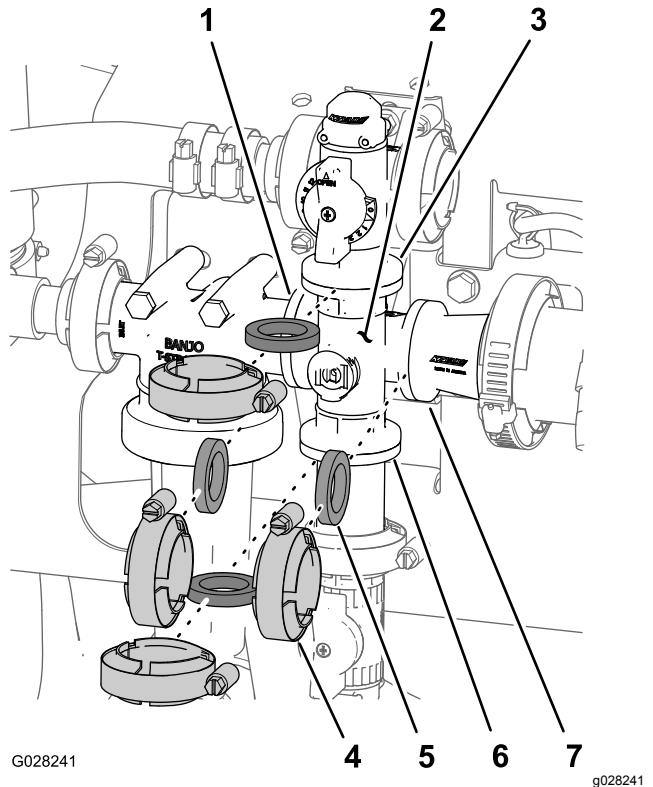

図 78
1. 攪拌バルブの図 78のマニホールドを攪拌バイパスバルブ、圧力フィルタヘッド、リデューサカップリング、アダプタフィッティング攪拌スロットルバルブに固定しているクランプとガスケットを外す。